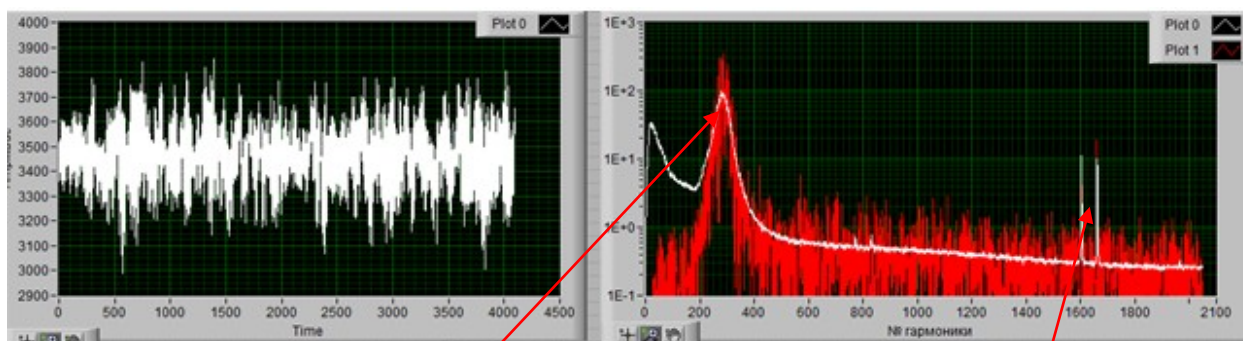

**Рис. 7. Contr\_UDP\_SIG\_v2.exe – программа для диагностики состояния датчика.**
- 5 – Индикаторы текущих С/Ш1 и С/Ш2 и частоты измерений. В норме при неподвижном объекте значения С/Ш порядка 2 – 6. Если оно значительно больше и идет измерение ненулевой скорости – в сигнале присутствует помеха, которую необходимо устранить. Наиболее удобно отслеживать помехи и др. проблемы с помощью диагностической программы Contr\_UDP\_SIG.exe, представленной на рис.7.